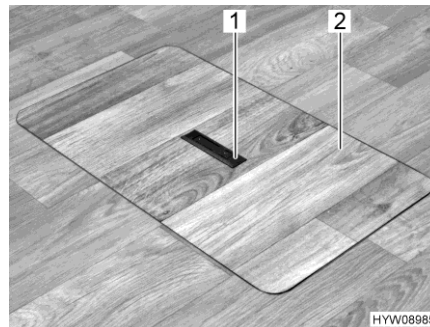
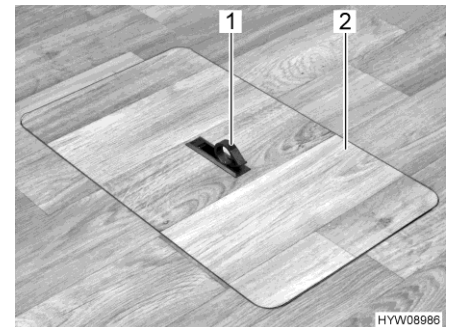

Bild 44 Abdeckung Bodenstaufach (Griff versenkt)
Bild 45 Abdeckung Bodenstaufach (Griff herausgeschwenkt)
- Auf einer Seite Griffplatte (Bild 44,1) nach unten drücken. Der Griff (Bild 45,1) schwenkt nach oben.
- Abdeckung (Bild 45,2) nach oben abnehmen.
- Abdeckung (Bild 45,2) in den Rahmen im Boden einsetzen.